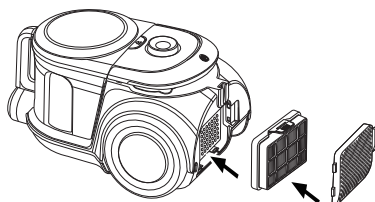

Рис. 4
1. Нажмите, чтобы открыть решетку для выхода воздуха в задней части пылесоса (рис. 4).